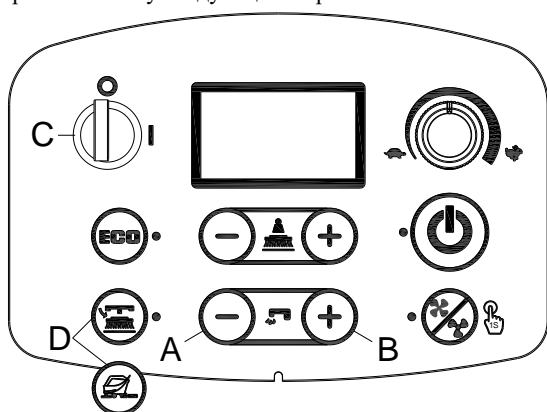
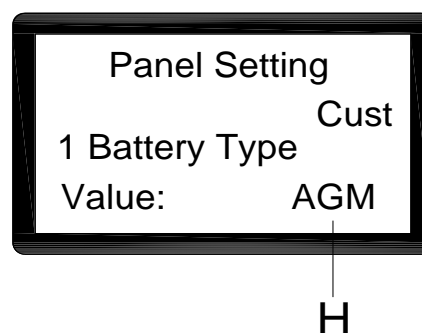

Рис. 5
Рис. 6
1. Нажмите кнопки потока воды «+» (А, Рис. 5) и «-» (В, Рис. 5) одновременно.
2. Вставьте ключ зажигания (С, Рис. 5) и поверните его в положение «I».
3. Через несколько секунд экран перейдет в режим выбора батареи (Рис. 6)
4. Нажмите кнопки потока воды «-» (А, Рис. 5) и «+» (В, Рис. 5) для выбора режима батареи (Н, Рис. 6)
5. Нажмите кнопку отпущания для версии диска или кнопку подготовки поля для орбитальной версии (D, рис. 5), Через 3 секунды отобразится сообщение «Update OK» (Обновление выполнено), что означает, что настройка установлена успешно. Включите машину для повторного запуска. (С, Рис. 5)